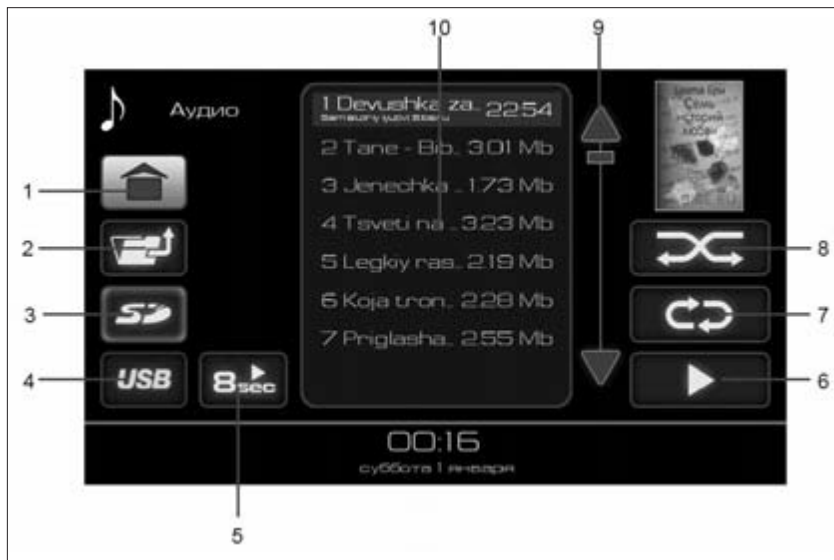
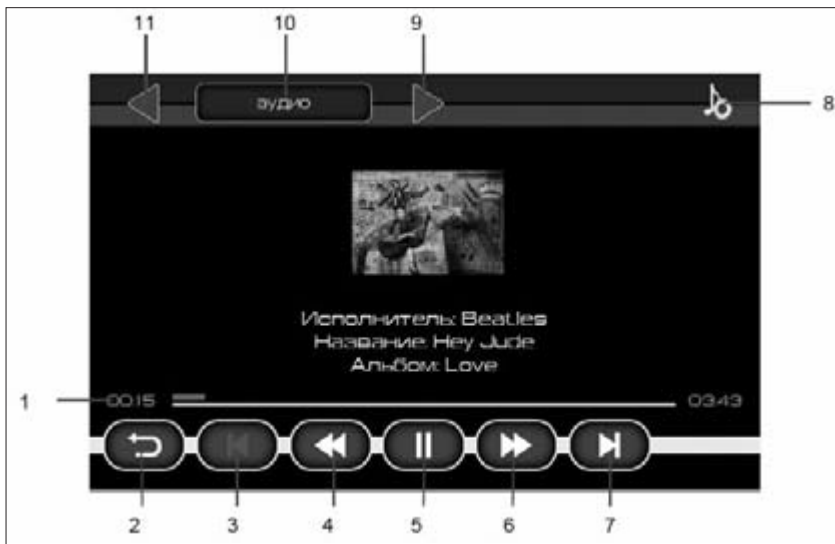

Рис. 4. Окно списка аудиофайлов
Рис. 5. Окно проигрывания аудиофайлов
Доступные для воспроизведения аудиофайлы и папки отображаются в списке **(10)** (рис. 4). Двойное нажатие на изображение папки отобразит список аудиофайлов в этой папке. Для выхода из папки нужно нажать кнопку **1** (рис. 4).
– либо двойное нажатие на выбранный аудиофайл позволяет воспроизвести именно его, при этом доступна кнопка включения режима повторного воспроизведения (кнопка **7**, рис. 4).
– либо нажатие на кнопку воспроизведения аудиофайлов (кнопка **6**, рис. 4) позволяет воспроизвести все аудиофайлы, находящиеся в списке **(10)** (рис. 4).
в списке **(10)** на рис. 5, а затем нажатие кнопки воспроизведения аудиофайлов (кнопка **6**, рис. 4), позволяет воспроизвести все аудиофайлы, находящиеся в выбранной папке, и во всех вложенных в нее папках.
Для остановки воспроизведения нажмите кнопку **5** (рис. 5).
Если при воспроизведении аудиофайла нажать на кнопку «**Пауза**» (кнопка **5**, рис. 5), а затем нажать на кнопку возврата (кнопка **2** рис. 5), то происходит переход в главное меню, и в кноп-